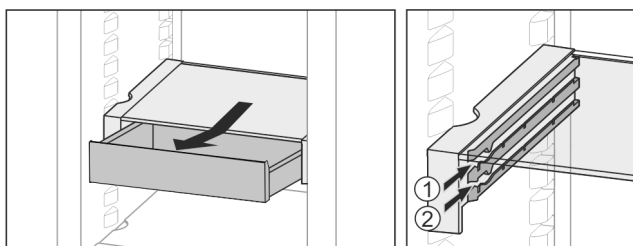

Fig. 25
- ▶ Zasuňte v libovolné výšce Fig. 25 (1) nebo Fig. 25 (2).